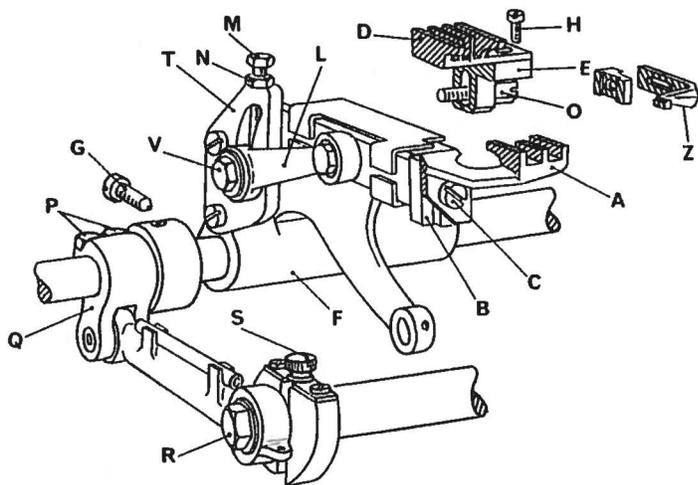

fig. 8
6. Montaggio e regolazione griffe (fig. 8)
Centrata griffe (fig. 8)
Regolazione differenziale (fig. 8)
- Per regolare la lunghezza del punto, si deve allentare il dado R (fig. 8) e ruotare la vite S dell'allungapunto; in senso orario si accorcia il punto, in senso antiorario si allunga.
e) Variazione lunghezza punto (fig. 8)